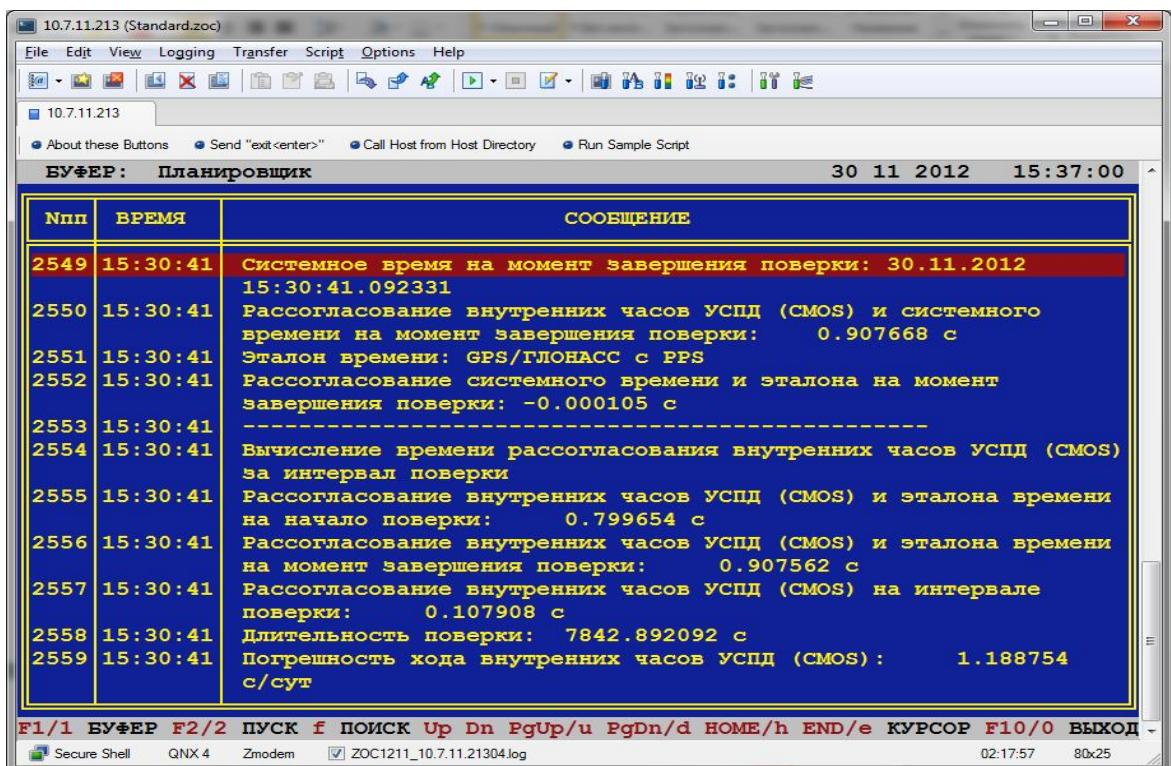

Рисунок 47
6.5.2.10. После завершения проверки в «Консоле планировщика» (рисунок 47) отображается время окончания проверки, рассогласования системного времени и времени CMOS часов, а также погрешность хода CMOS часов на интервале времени проверки и погрешность хода CMOS часов за сутки. Кроме того имеется подтверждение, что данные получены в режиме синхронизации с NTP сервером.